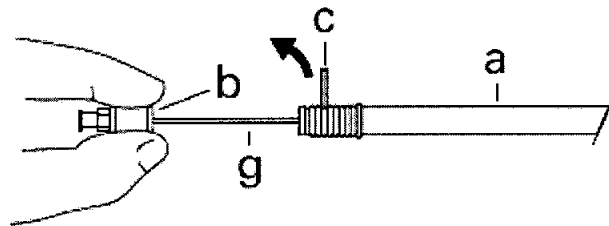

Fig. 3
3. Sostenga el conector (b) de forma que quede estable sobre la cánula metálica (g). Para desplegar el stent, retire el seguro rojo (c). (Fig. 3)